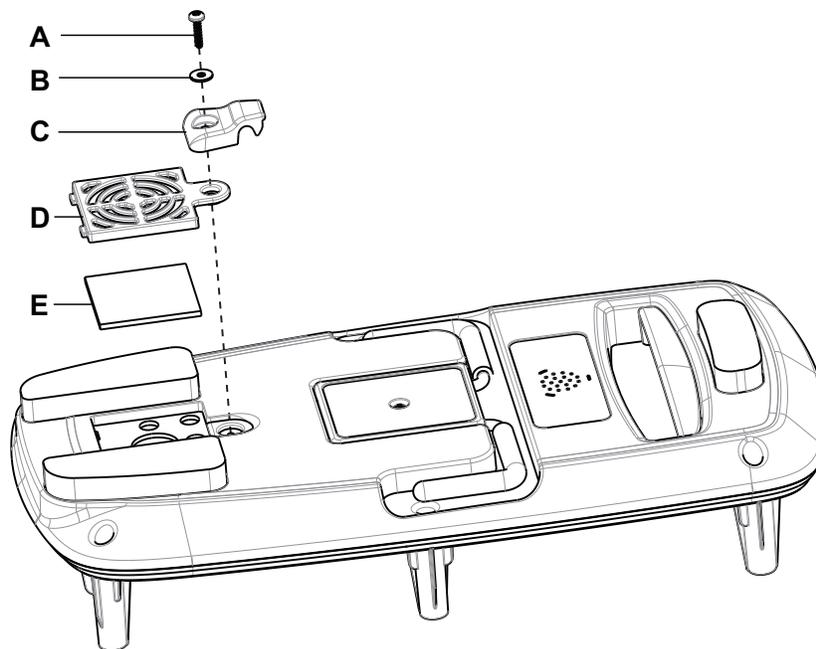

Figure 9 – Filtre à air
4. À l'aide d'une clé Torx T20, retirer la vis (A), la rondelle (B) et la poignée flexible (C) qui fixent la porte d'accès au filtre à air (D) au capot (Figure 9). Conserver la vis, la rondelle et la poignée flexible.